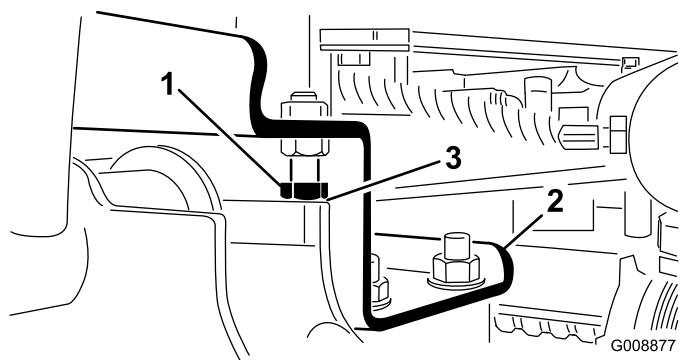

Figura 11
2. Compruebe que la holgura entre cada brazo de elevación y el perno de tope es de 0,13–1,02 mm (Figura 11). Si la holgura no está en este intervalo, ajuste los pernos de tope para obtener la holgura necesaria.
A. Afloje los pernos de tope (Figura 11).